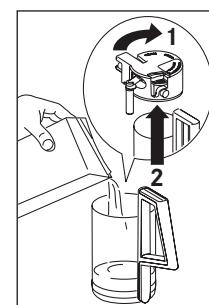

Рис. 30
- ▶ Залейте в колбу около 100 грамм молока на каждую порцию капучино (Рис. 30). Не наливайте выше отметки максимального уровня (приблизительно соответствует 750 мл), которая имеется на колбе. Необходимо использовать обезжиренное или полуобезжиренное молоко из холодильника (хранившееся при температуре около 5 °C).